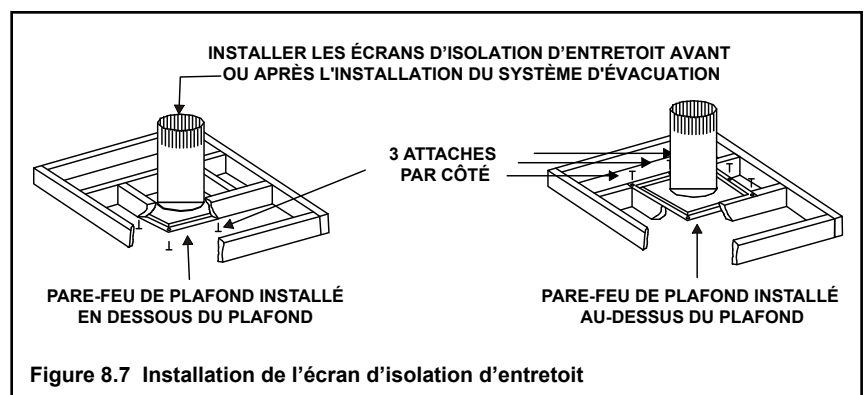

Figure 8.7 Installation de l'écran d'isolation d'entretoit
- Le pare-feu de plafond peut être installé au-dessus ou en dessous des poutrelles du plafond lorsqu'il comprend un écran d'isolation d'entretoit. Il doit être placé en dessous des poutrelles situées entre les planchers qui ne sont pas isolés. Voir la Figure 8.7.